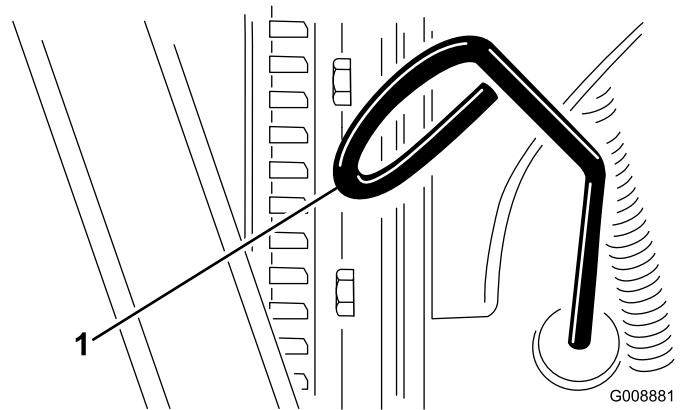

Figure 43
3. Retirez la jauge, essuyez-la sur un chiffon et remettez-la en place (Figure 43).